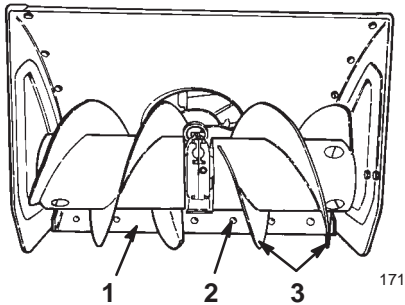

Figure 28
6. Placez un support sous les lames de la tarière pour qu'elles se trouvent au moins à 3 mm du sol (Fig. 28).
8. Pour corriger la position de la lame racleuse, desserrez les boulons de carrossier qui la fixent au carter de tarière (Fig. 28), mettez-la à la hauteur voulue et resserrez les boulons.